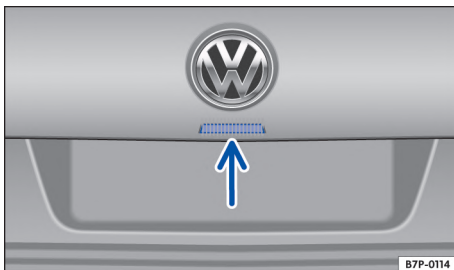

Fig. 60 En la tapa trasera: botón para abrir la tapa trasera.
- Para abrir el portón trasero presionar la tecla → fig. 60 y levantar el portón trasero.